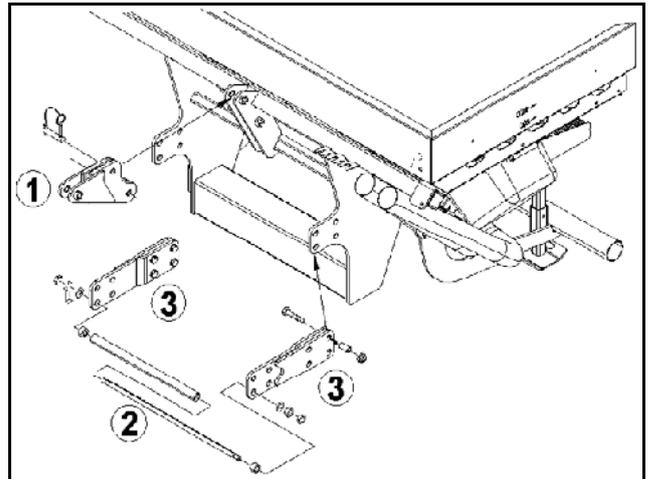

Fig. 35
1. Fijar la prolongación del brazo superior (Fig. 35/1) en el depósito frontal FRS con dos pernos y asegurarla con pasadores clavija.
2. Soltar el alojamiento del brazo inferior (Fig. 35/2) de los puntos estándar del brazo inferior.
3. Fijar el alojamiento del brazo inferior en las prolongaciones del brazo inferior (Fig. 35/3) Observar que la protección contra torsión esté montada correctamente.